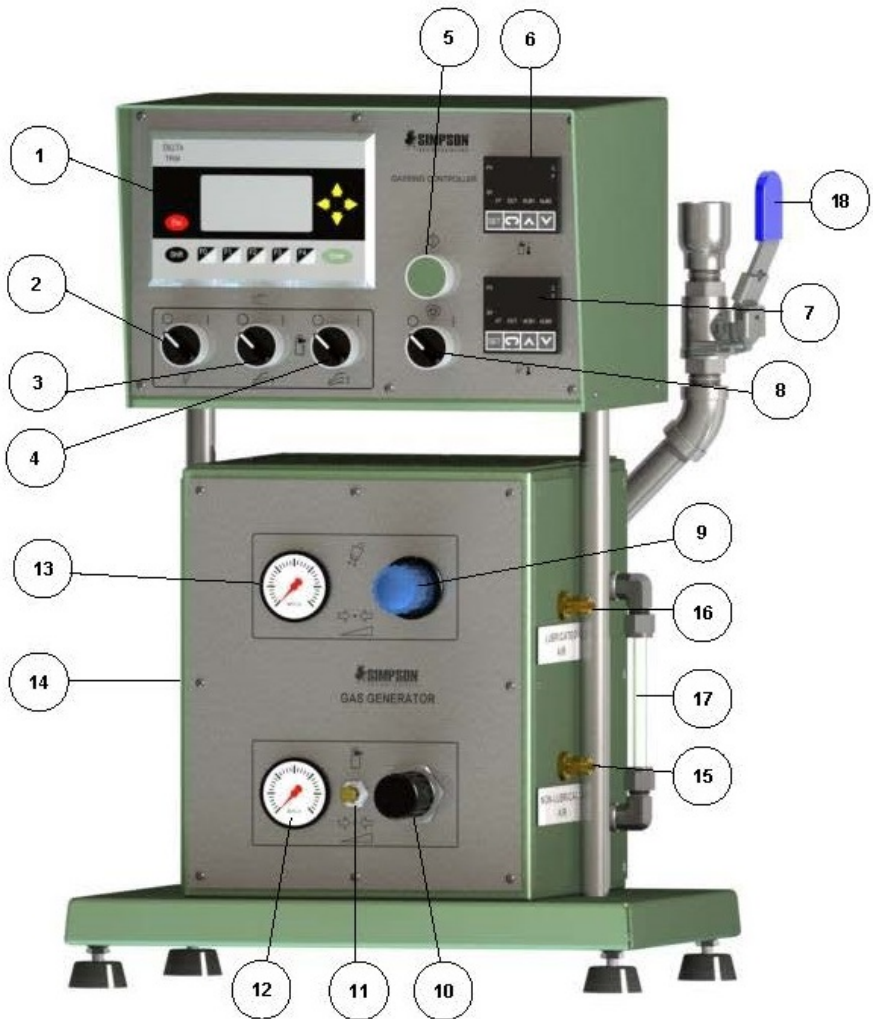

Figura 4
5. Conecte el Vaporizador de Catalizador al regulador/filtro usando la tubería de aire neumática y los accesorios incluidos con la unidad. Conecte la tubería de aire desde la salida del regulador/filtro a la entrada de aire del equipo, ubicada en el lado derecho del panel del Vaporizador de Catalizador (Ítem 16, Figura 4).
6. Conecte el tubo plástico con la cubierta aislante que viene con el Vaporizador de Catalizador (Ítem 14, Figura 4) al puerto marcado "GI" del Dispositivo de Gaseado, Modelo 42109B, presione el tubo hacia el accesorio y atornille la tuerca provista junto con el tubo al accesorio.
8. Conecte el suministro de Gas Nitrógeno (N₂) con una línea de presión máxima de 3 bar (45 PSI), al puerto de entrada marcado "N2" (Ítem 15, Figura 4).
1. Apague la fuente de energía principal (Ítem 8, Figura 4) del Vaporizador de Catalizador.
2. Cierre la válvula de suministro de gas Nitrógeno (N2) a la conexión (Ítem 15, Figura 4)
3. Abra suavemente la válvula de llenado de amina líquida (Ítem 14, Figura 4) para liberar cualquier posible presión posterior del sistema de cañería de gas.
4. Llène con la amina líquida por el Puerto sobre la válvula, mire a través del visor ubicado en la parte derecha del Vaporizador de Catalizador (Ítem 17, Figura 4) continúe llenando la amina líquida hasta la marca de nivel en el visor de vidrio.
5. Cierre la válvula de llenado de amina (Ítem 14, Figura 4).
6. Abra la válvula de suministro de gas Nitrógeno (N2) a la conexión (Ítem 15, Figura 4)
7. Encienda la fuente principal de energía (Ítem 8, Figura 4).
1. Encienda la fuente rotando el selector (Ítem 8, Figura 4) hacia la posición Auto.
2. Configure/verifique que la temperatura de vaporización esté en: 50°C (Ítem 6, Figura 4).
3. Configure/verifique que la temperatura del aire de enjuagado esté en: 60°C (Ítem 7, Figura 4).
4. Verifique que los interruptores (Ítems 2, 3 & 4, Figura 4) estén en posición auto (hacia la izquierda). Verifique/configure los parámetros del PLC (Ítem 2, figura 4).
Gaseado	1 Bar Máx. (15 PSI) (Ítem 10 &12, Figura 4)
Enjuagado	1 Bar Máx. (15 PSI) (Ítem 9 &13, Figura 4)
1. Encienda las dos unidades: Coloque el interruptor de la Sopladora Universal de Probetas (Ítem 7, Figura 5) en ON (encendido); Coloque el interruptor del Vaporizador de Catalizador (Ítem 8, Figura 4) en AUTO.
5. Luego del soplado de la muestra, gire la perilla de selección de operación a la posición de sujeción del cartucho (Ítem 12, Figura 5). Desamordace el brazo rotativo (Ítem 18, Figura 5) del cartucho (Ítem 11, Figura 5) hacia la posición de carga de arena. Quite el cartucho y ubíquelo lejos de la máquina mientras la probeta es gaseada para evitar que el arena del cartucho se cure. Ubique la Pesa provista con el Dispositivo de Gaseado en Sopladora (Modelo 42109B) sobre el agujero de soplado del herramental. Presione el botón Comenzar de la Sopladora Universal de Probetas para iniciar la secuencia de gaseado del noyo. El botón Comenzar del Vaporizador de Catalizador (Ítem 5, Figura 4) puede presionarse también para comenzar al mismo tiempo la secuencia de gaseado del noyo.
1. Encienda las dos unidades: Coloque el interruptor de la Sopladora Universal de Probetas en posición ENCENDIDO (Ítem 7, Figura 5); Coloque el interruptor del Vaporizador de Catalizador (Ítem 8, Figura 4) en posición AUTO.
2. Mueva el interruptor AUTO/MANUAL (Ítem 8, Figura 4) a la posición MANUAL.
- GASEADO DE BAJO FLUJO (Ítem 3, Figura 4)
- GASEADO DE ALTO FLUJO (Ítem 4, Figura 4)
- ENJUAGADO (Ítem 2, Figura 4)
11. Para volver al modo AUTO, mueva el selector de modo (Ítem 8, Figura 4) hacia la posición AUTO y presione DETENER. Esto volverá el PLC otra vez a modo AUTO.